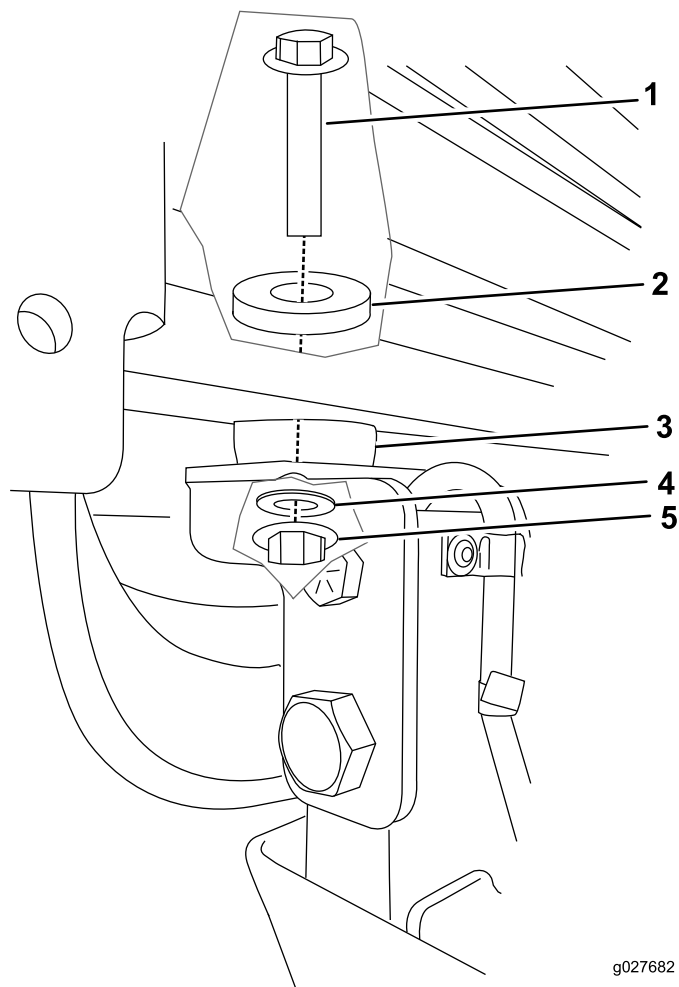

図 66
7. 各取り付けポイントでキャブを機体に固定するボルト 1/2 x 3 インチ、スチールワッシャ、ゴム製ワッシャ、ナット 1/2 インチ を使用する 図 66。